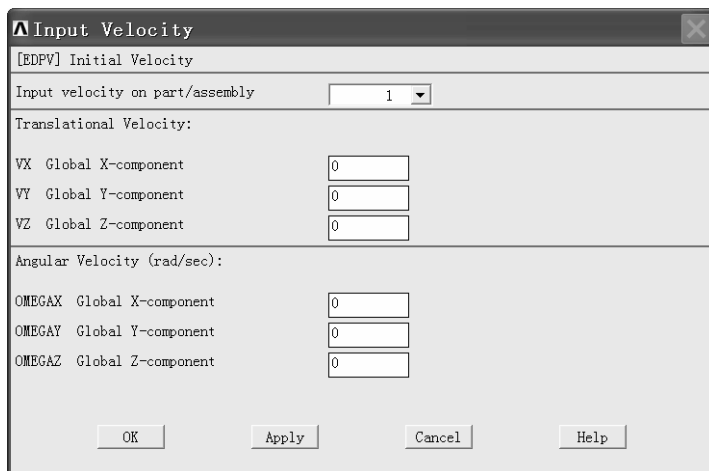

图 4-48 “Input Velocity”窗口
(1) 依次选择 Main Menu>Preprocessor>LS-DYNA Options>Initial Velocity>On Parts>w/ Nodal Rotate，弹出“Input Velocity”窗口（见图 4-48）。